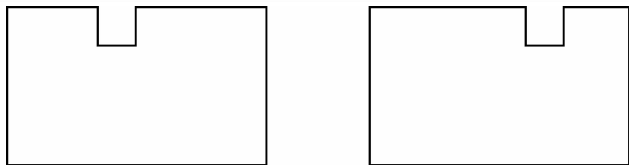

图 6-17 【拉伸】命令应用示例
(1) 输入“C”表示以交叉窗口方式选择对象，输入“CP”表示以交叉多边形方式选择对象。
(3) 【指定位移的第二个点或<用第一个点作位移>】：指定拉伸的第二点，则由基点与第二点决定拉伸距离。如图 6-17 所示。